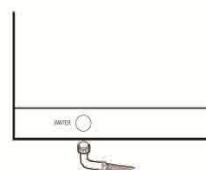

Abb. 6
- 2- Verbinden Sie das Elektroventil für die Wasserzufuhr mit dem Wasserversorgungshahn mithilfe des mitgelieferten biegsamen Rohrs. (Abb. 6) **Jede Spülmaschine muss über einen Versorgungshahn verfügen.**